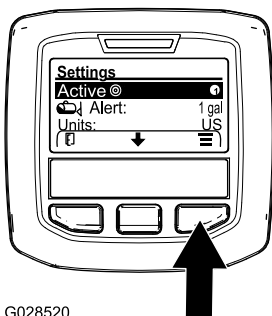

Рисунок 68
2. Нажмите среднюю кнопку выбора, чтобы выделить действующую настройку нормы внесения (Рисунок 68).
3. Нажмите правую кнопку выбора для переключения между нормами внесения 1 и 2 (Рисунок 68).